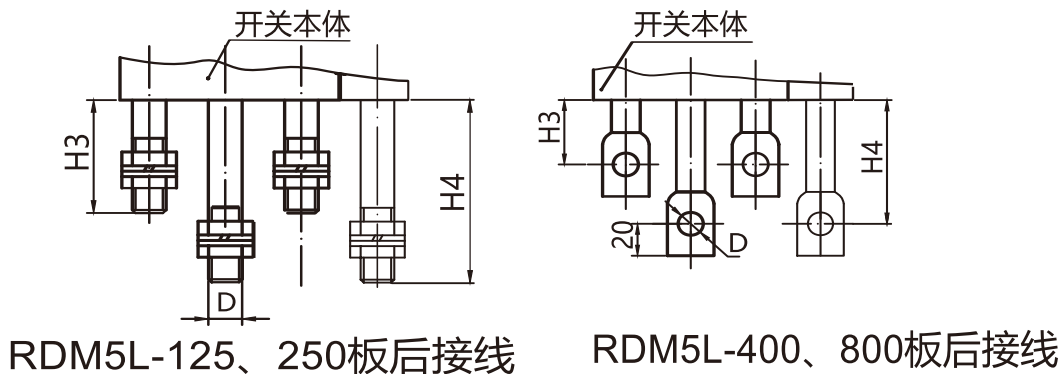
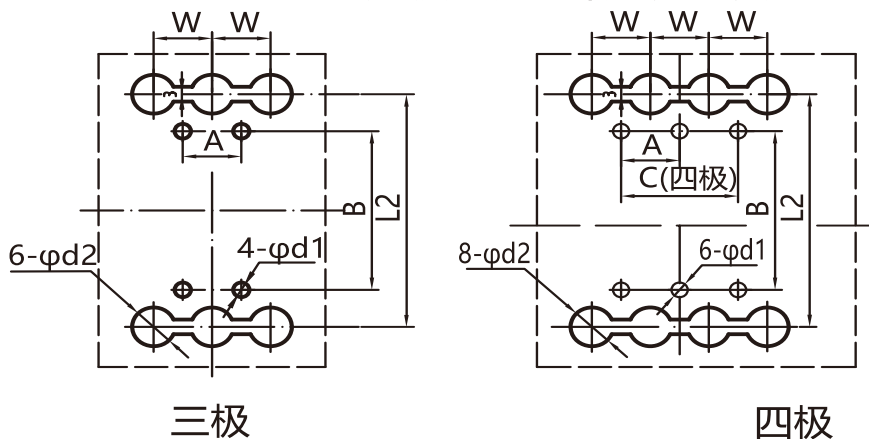

图7 RDM5L系列板后接线外形及安装尺寸
图8 RDM5L系列板后接线安装板开孔尺寸
6.2 板后接线外形尺寸和安装板开孔尺寸(仅3P/4P产品)见图7、图8和表13。